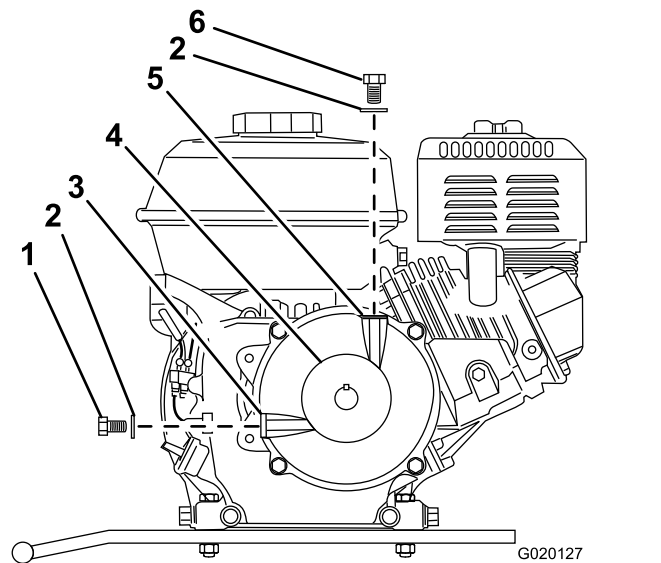

Figure 59
- Retirez le boulon et la rondelle de l'orifice de remplissage au sommet du carter réducteur (Figure 59).
7. Retirez le boulon et la rondelle de contrôle de niveau d'huile de l'orifice de niveau d'huile sur le côté du carter réducteur (Figure 59).
12. Remettez le boulon et la rondelle de contrôle de niveau d'huile sur l'orifice de niveau d'huile du carter réducteur, et serrez le boulon (Figure 59).
13. Placez le boulon et la rondelle sur l'orifice de remplissage du carter réducteur, et serrez le boulon (Figure 59).